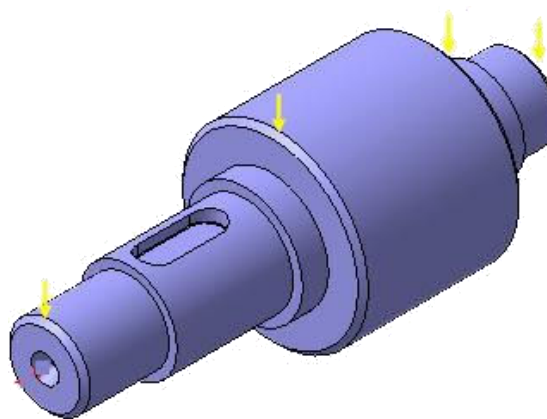

Рис. 11 25. Нажмите кнопку Сохранить. Закройте окно документа.
24. На четырех круглых ребрах постройте фаски  длиной **1.6 мм** под углом **45 градусов** (показано стрелками) (рис. 11).